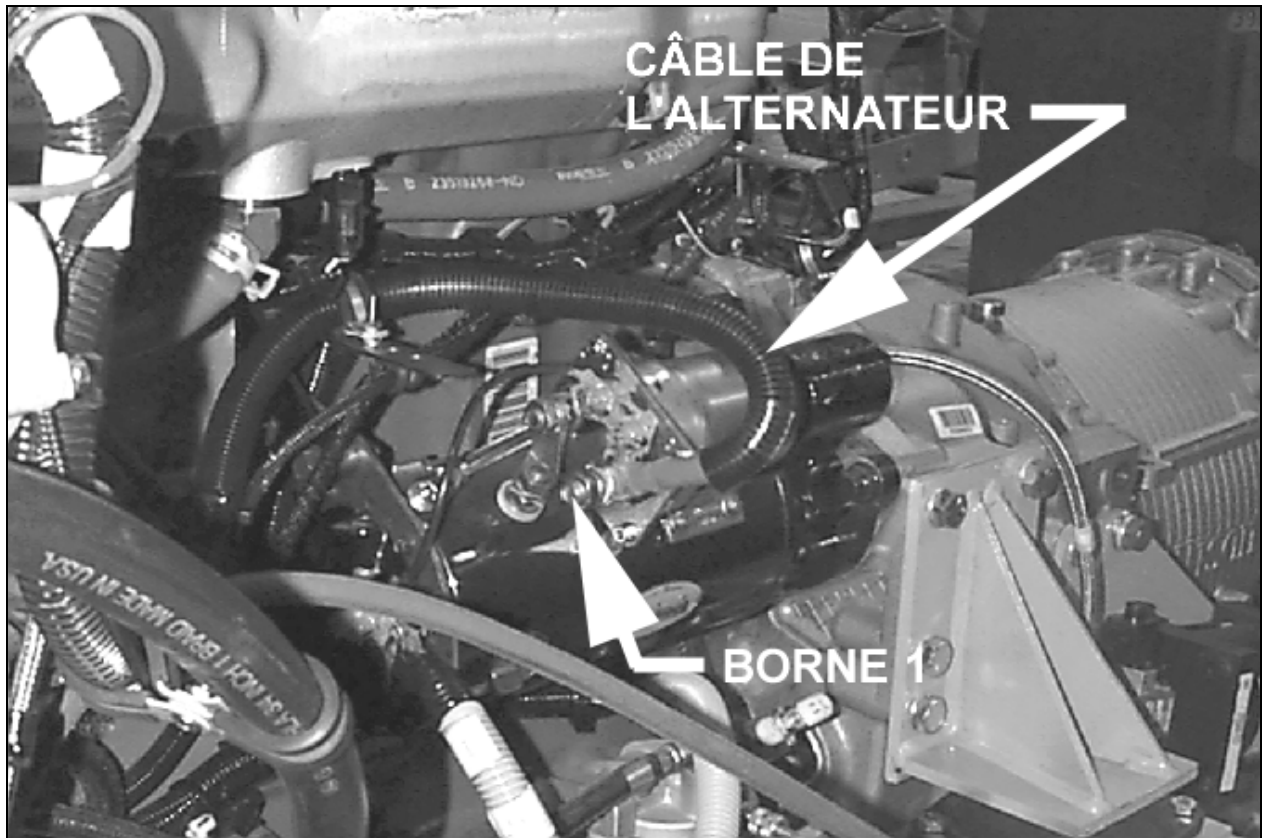

FIGURE 1 : DÉMARREUR
1. Inspecter les câbles de l'alternateur et de la batterie branchés sur la borne 1 du démarreur (voir figure 1).
4. Installer le câble de l'alternateur. S'assurer que le câble de l'alternateur est positionné à l'horizontal (3 heures) en se référant à la figure 1.